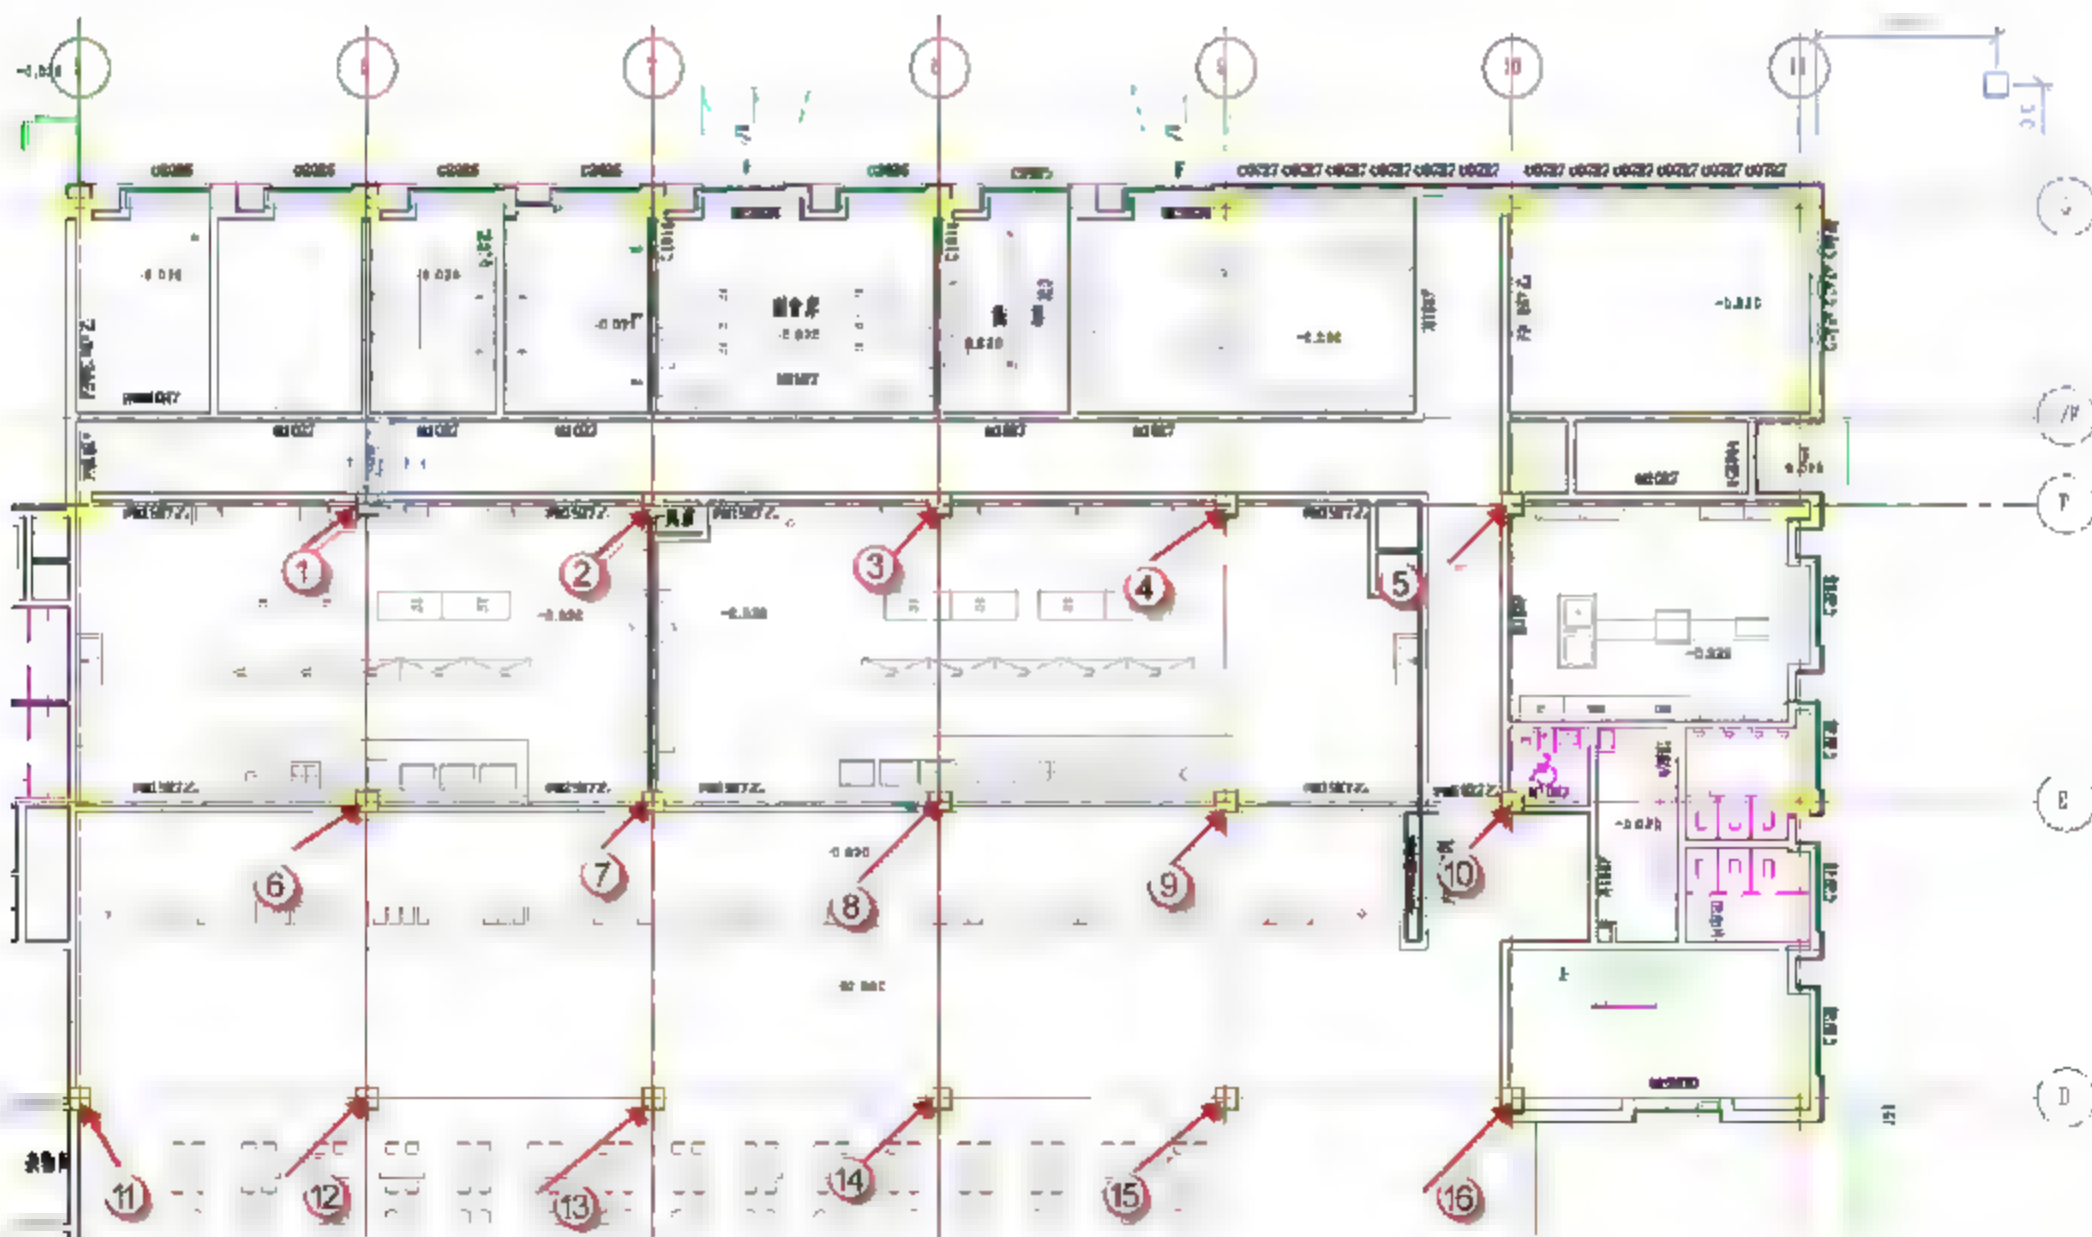

图 10.2.62 “600\*600” 矩形柱的绘制部分对齐点
(5) D 轴到 E 轴和 6 轴到 11 轴之间“600\*600”建筑柱的绘制。将光标对准如图 10.2.62 所示的对齐点，再单击对齐。